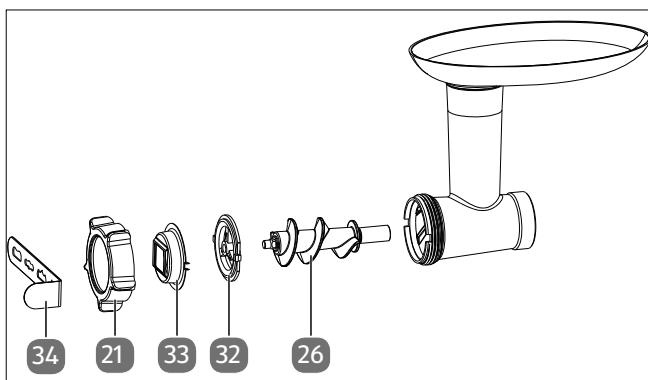

Abb. 17 – Zubehörteile für Spritzgebäck
- Für das Herstellen von Spritzgebäck aus Plätzchenteig montieren Sie den Halter und die Spritzgebäckschablone sowie die Schneckenführung in der Reihenfolge wie dargestellt (siehe Abb. 17).